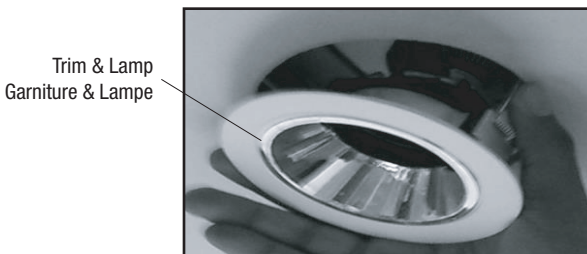

Fig. 4
5. Attach the trim by compressing springs and insert into the drywall opening (Fig. 4). (For 32930 model remove lens (twist) and screw down the tabs.)
5. Fixer la garniture en comprimant les ressorts et insérer-la dans l'ouverture de la cloison sèche (Fig. 4). (Pour le modèle 32930, retirer la lentille (tourner) et visser les languettes.)